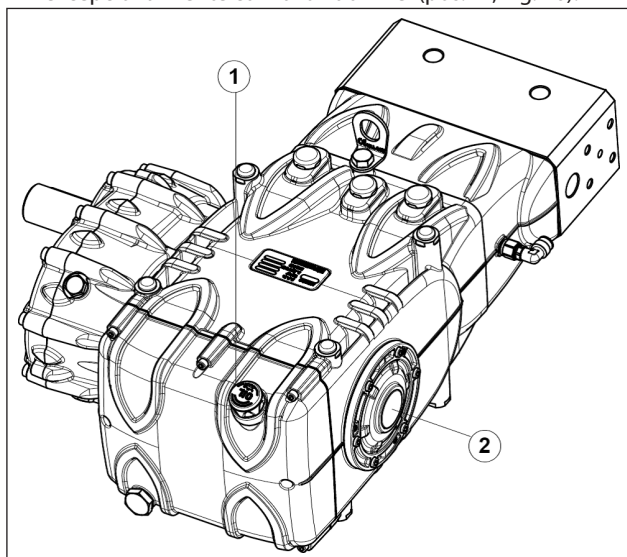

Fig. 16
5. O óleo no carter da bomba esteja no nível, verificando-o com a vareta adequada (pos. ①, Fig. 16) e, excepcionalmente com a luz do nível (pos. ②, Fig. 16).